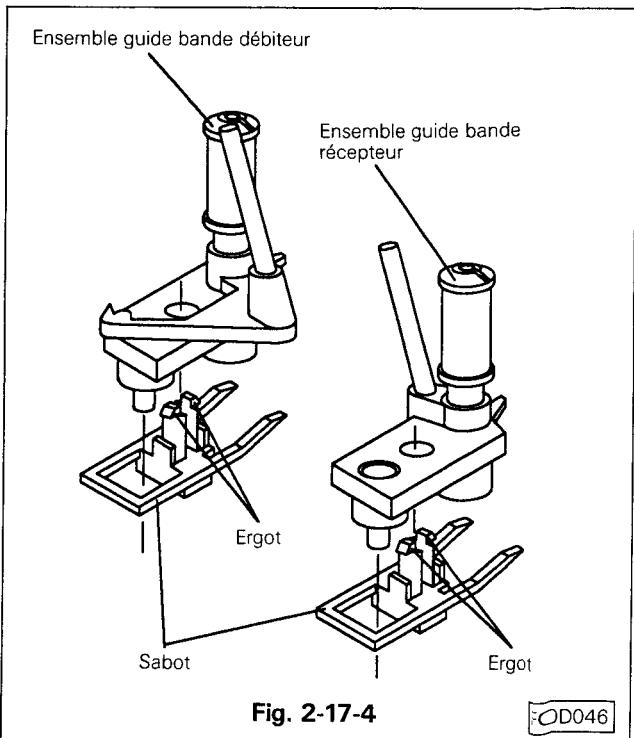

Fig. 2-17-4
- I. Démonter les ergots des sabots guide-bande récepteurs et débiteurs et retirer les ensembles guide-bande et les sabots. (Voir Fig. 2-17-4)
## 2-17-2 REMONTAGE (Voir Fig. 2-17-4)